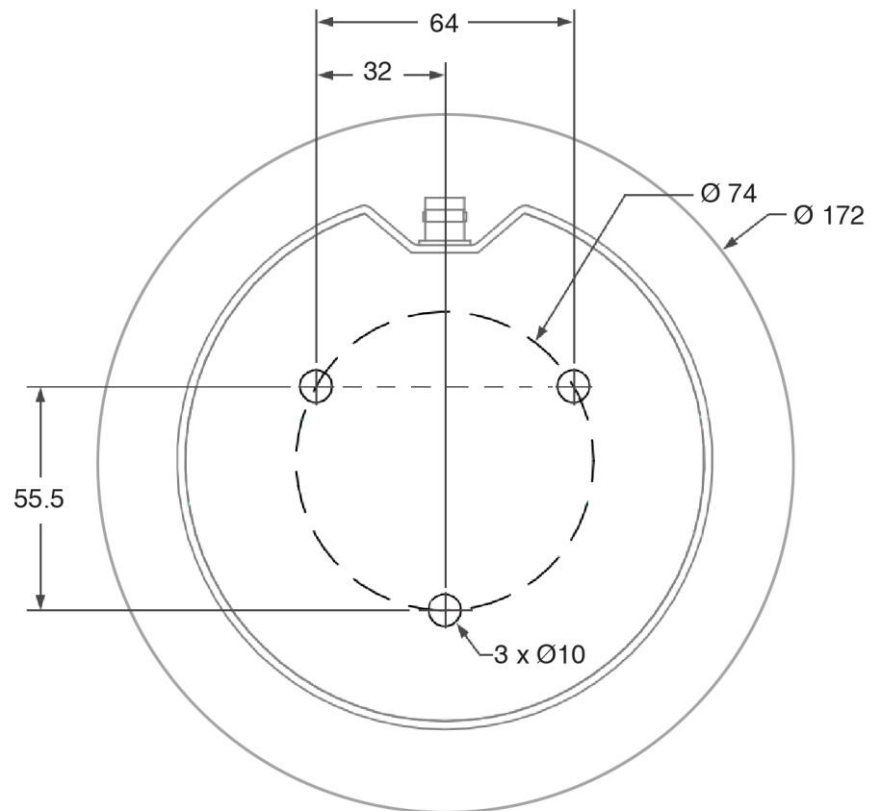

Figura 6 Plantilla de fijación del CAMS-10/RC
Conexión a tierra/fijación	Mediante tres espárragos M8 de acero inox. A2-70 (véase plantilla de fijación en Figura 6)
1. Efectuar en la estructura metálica prefabricada, en los herrajes de la celda o bien en la pared o suelo de la celda metálica, los taladros para la sujeción de la unidad según plantilla (véase Figura 6).